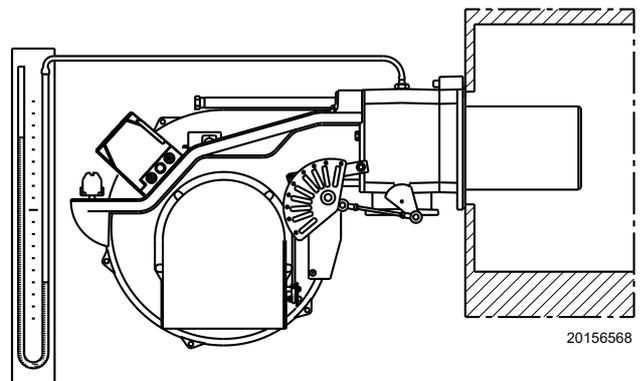

Abb. 27
- Ein U-Rohr-Manometer oder einen Differenzdruckmesser (Abb. 27) mit Anschluss (+) am Gasdruck der Muffe und (-) in der Brennkammer montieren.
Das U-Rohr-Manometer (Abb. 27 auf Seite 25) zeigt den Gaseintritt an der Muffe an. Nach erfolgter Zündung den Brenner vollständig einstellen.
Ein Richtwert kann der Tab. I auf Seite 22 entnommen werden. Es genügt, den Gasdruck auf dem U-Rohr-Manometer abzulesen, siehe Abb. 27 auf Seite 25 und den Anweisungen zu folgen.